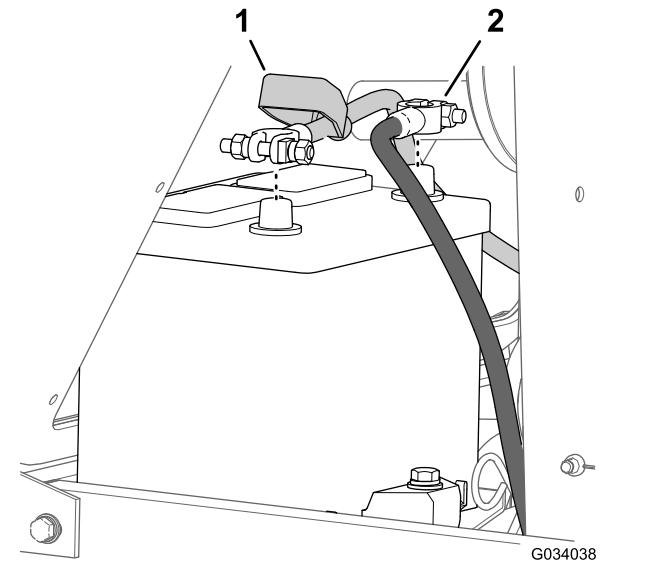

Figura 53
2. Desligue o cabo negativo (-) do polo da bateria (Figura 53).
3. Deslide a cobertura do isolador para longe da abraçadeira de cabos de bateria (Figura 53).
4. Desligue o cabo positivo (+) do polo da bateria (Figura 53).
7. Ligue o cabo positivo (+) ao polo da bateria positivo (Figura 53)
8. Ligue o cabo negativo (-) ao polo da bateria negativo (Figura 53).